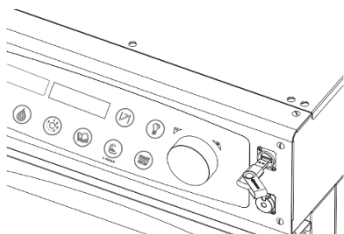

Рис. 21
2. Поместить совместимую память USB в разъем USB (рис. 21) прибора.